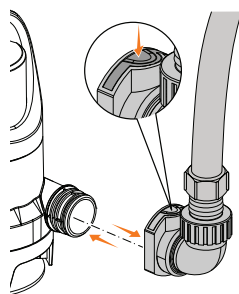

Рис. 5
- Для моделей **DDP 12500P**, **DDP 13500**, **DDP 19500**, подключите трубопровод к быстросъемному патрубку и затем соедините патрубков к насосу (Рис. 5).